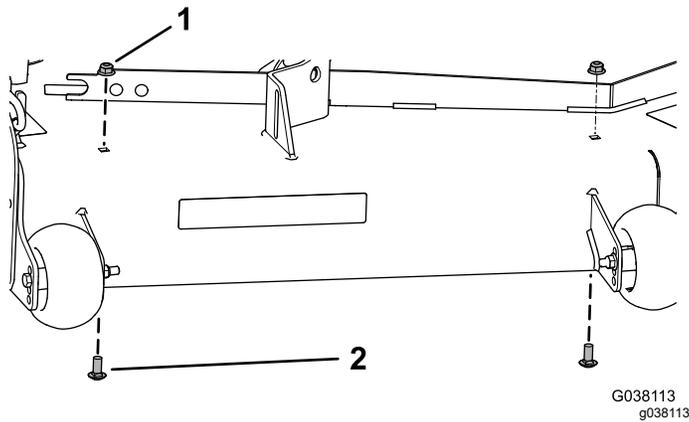

Figure 23
1. Retirez les 2 écrous à embase (3/8") et les 2 boulons de carrosserie (3/8" x 7/8") existants du plateau de coupe (Figure 23).